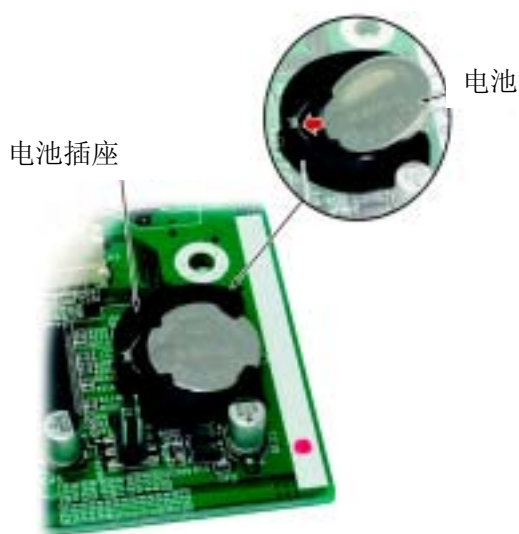

图 4-5 安装 CD-CP00 板的电池
1. 在 CD-CP00 上安装电池。“+”极符号向上。参考“图 4-5”。